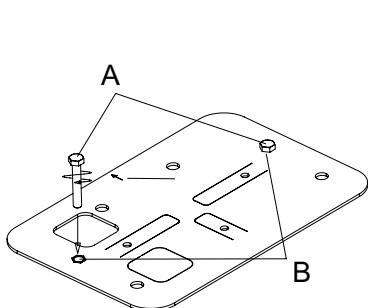

Fig. 4A
- 1) Insérer et visser sur toute la longueur les vis M8x50 (rep.A) dans les orifices filetés (rep. B) de la plaque (Fig. 4A).